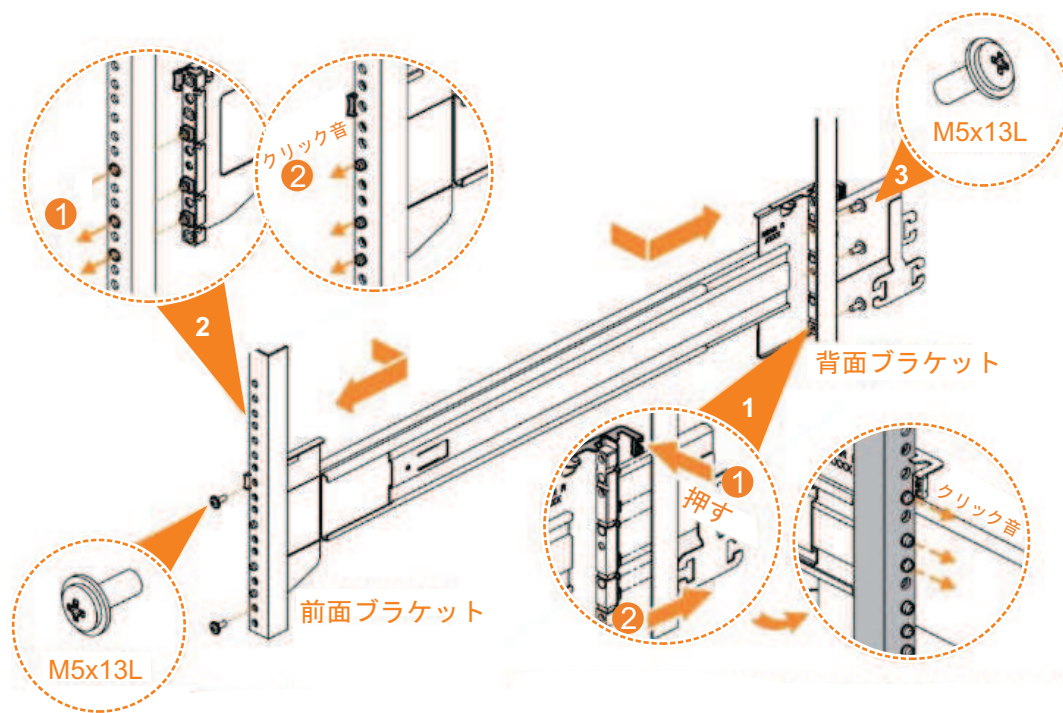

図 58. ラック・フレームへのレール・アセンブリーの取り付け
6. M5 ねじを使用して、外部レール・メンバーとブラケット・アセンブリーをラックに取り付けます (図 58 を参照)。